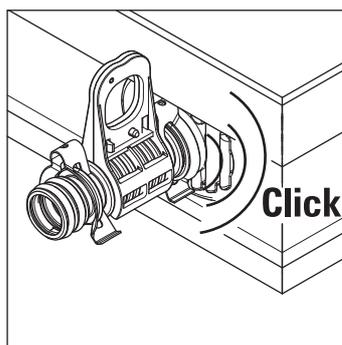

Figura 3-26 Innestare il compensatore
- Inserire i compensatori nei tubi di collegamento dell'ultimo collettore montato finché i bloccaggi non si innestano (Figura 3-26).